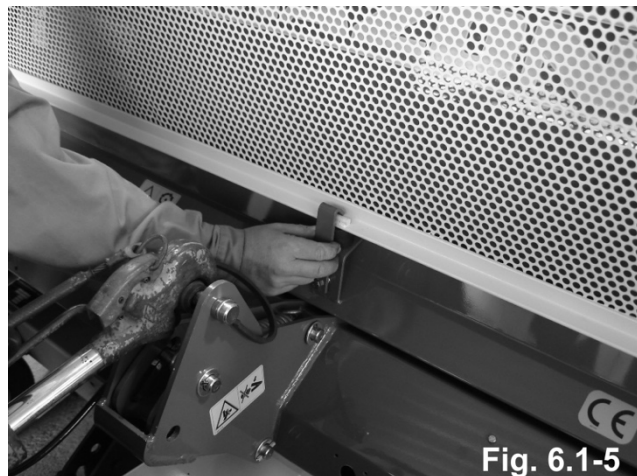

Fig. 6.1-5
- Enganchar el gancho de protección (fig. 6.1-5)